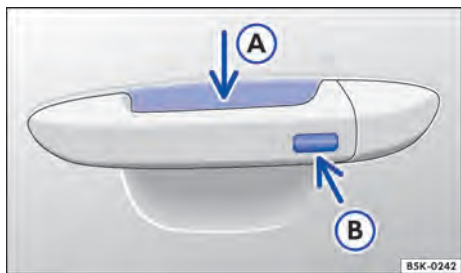

Fig. 51 Keyless Access: superfícies do sensor.
- Tocar o sensor → Fig. 51 A na parte interna da maçaneta da porta do condutor ou da porta do passageiro dianteiro.
- Tocar na superfície do sensor → Fig. 51 B na parte externa da maçaneta da porta do condutor ou da porta do passageiro *uma vez*.
- Além disto, dentro de 5 segundos, tocar uma vez no sensor na parte externa da maçaneta da porta → Fig. 51 B.
Para a **abertura de conforto** de todos os vidros elétricos empunhar a maçaneta da porta e manter pressionados, ao mesmo tempo, o sensor da parte interna da maçaneta → Fig. 51 A e a superfície do sensor B.
Para o **fechamento de conforto** de todos os vidros elétricos manter um dedo durante alguns segundos sobre a superfície do sensor → Fig. 51 B no lado externo da maçaneta da porta do condutor ou do passageiro dianteiro.
Um forte jato de água ou de vapor pode ativar as superfícies dos sensores nas maçanetas se, ao mesmo tempo, uma chave do veículo válida estiver na área de aproximação. Se no mínimo um vidro estiver aberto e a superfície do sensor → Fig. 51  em uma maçaneta da porta for ativada permanentemente, todos os vidros serão fechados. Se o jato de água ou de vapor se afastar brevemente da superfície do sensor → Fig. 51  de uma maçaneta da porta e voltar a ser direcionado para ela, possivelmente todos os vidros se abrirão.